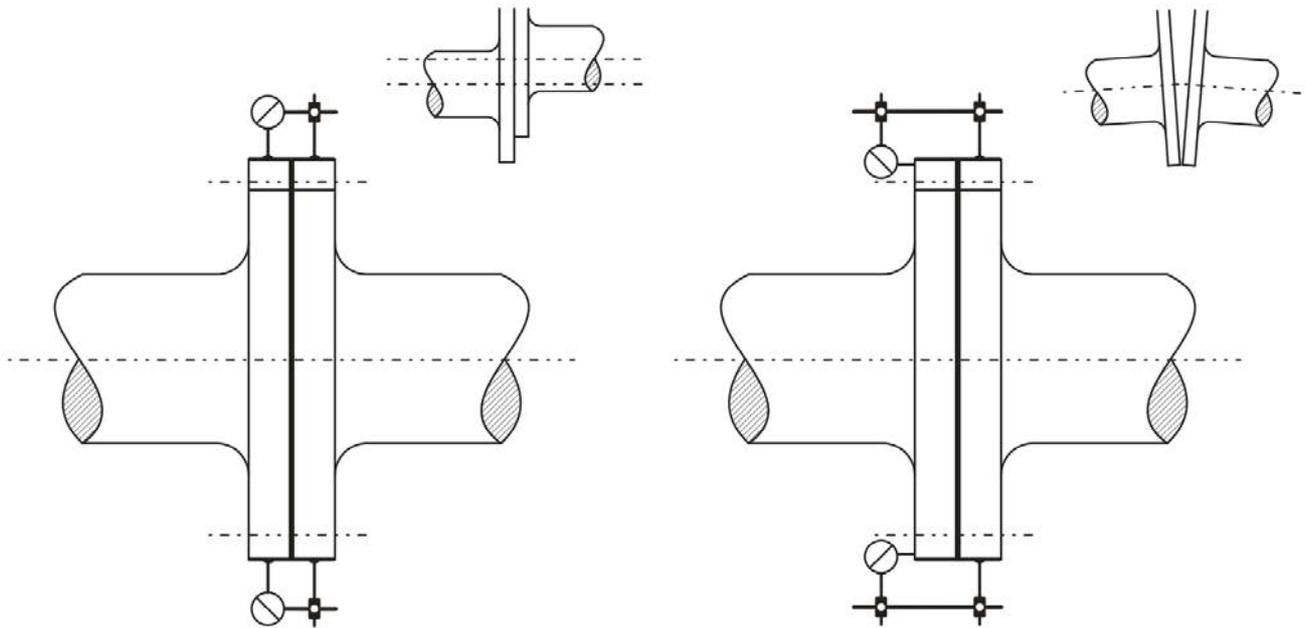

ABBILDUNG 22. AUSRÜSTUNG UNTER VERWENDUNG VON MESSUHRN – 1: RADIALE AUSRICHTUNG, 2: WINKLIGE AUSRICHTUNG
4. Falls Messuhren verwendet werden, müssen deren Skalen abgestimmt werden, sodass jeweils etwa die Hälfte der Skala in beide Richtungen verwendet werden kann. Überprüfen Sie die Stabilität des Messuhrenhalters, um eine mögliche Verbiegung zu vermeiden, siehe Abbildung 22 auf Seite 59.